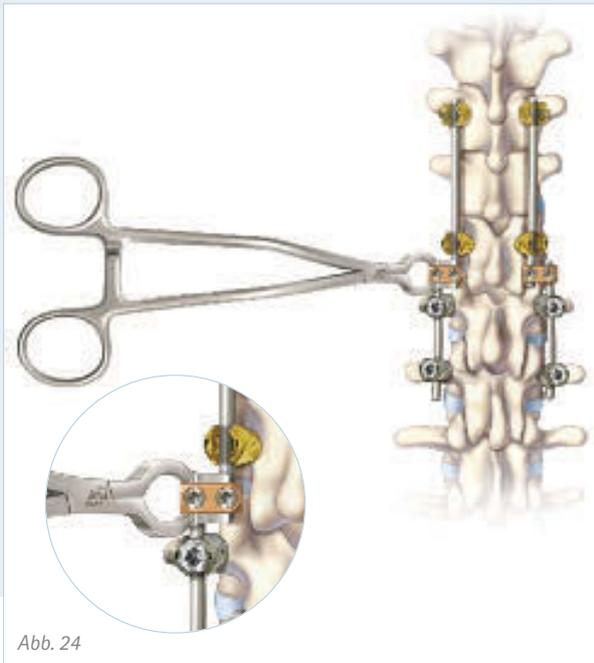

Abb. 24
- Bei der Verwendung der offen/geschlossenen Variante wird der Stabverbinder mit dem Einsetzinstrument (FW493R) gefasst, ein Stab auf der geschlossenen Seite eingebracht und dann der andere Stab auf der offenen Seite eingesetzt (Abb. 24).